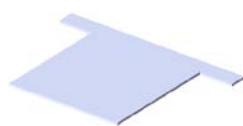

图 1.2 基体—法兰 1
Step2. 创建图 1.2 所示的钣金基础特征——基体—法兰 1。
(1) 选择命令。选择下拉菜单 **插入(I)** → **钣金(W)** → **基体法兰(A)...** 命令 (或单击“钣金”工具栏上的“基体法兰/薄片”按钮)。
(2) 定义特征的横断面草图。
① 定义草图平面。选取前视基准面作为草图平面。